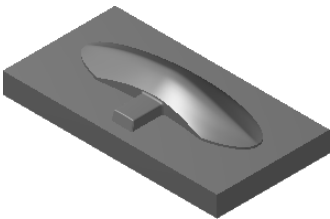

图 9.2 零件模型
Step1. 打开模型。选择文件 D:\mcx6.11\work\ch09\LAMPSHADE_MOLD.MCX-6，系统进入加工环境，此时零件模型如图 9.2 所示。